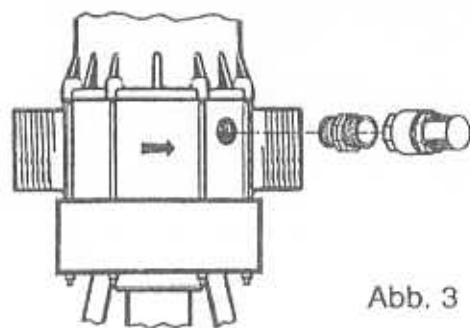

Abb. 3
- Das Ganze an den Dosierer schrauben (**Abb. 3**)